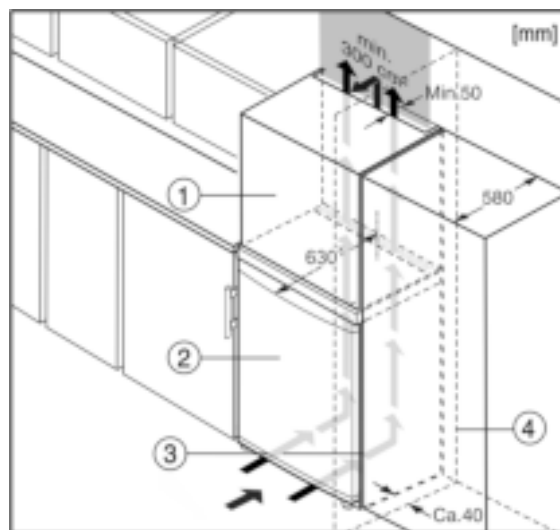

Fig. 5
- (1) Opbouwkast
- (2) Apparaat
- (3) Keukenkast
- (4) Wand
Het apparaat kan in keukenkasten worden ingebouwd. Om het apparaat Fig. 5 (2) aan de hoogte van het keukenblok aan te passen, kan boven het apparaat een opzetkast Fig. 5 (1) worden aangebracht.
Bij een ombouw met keukenkasten (diepte max. 580 mm) kan het apparaat direct naast de keukenkast *Fig. 5 (3)* worden geplaatst. Het apparaat staat aan de zijkant 34 mm * en in het midden van het apparaat 50 mm * tegenover de voorkant van de keukenkast.
Wanneer het apparaat met de scharnieren naast een wand *Fig. 5 (4)* wordt geplaatst, moet de afstand tussen het apparaat en de wand minimaal 40 mm bedragen. Dit komt overeen met de uitsteekmaat van de handgreep bij geopende deur.